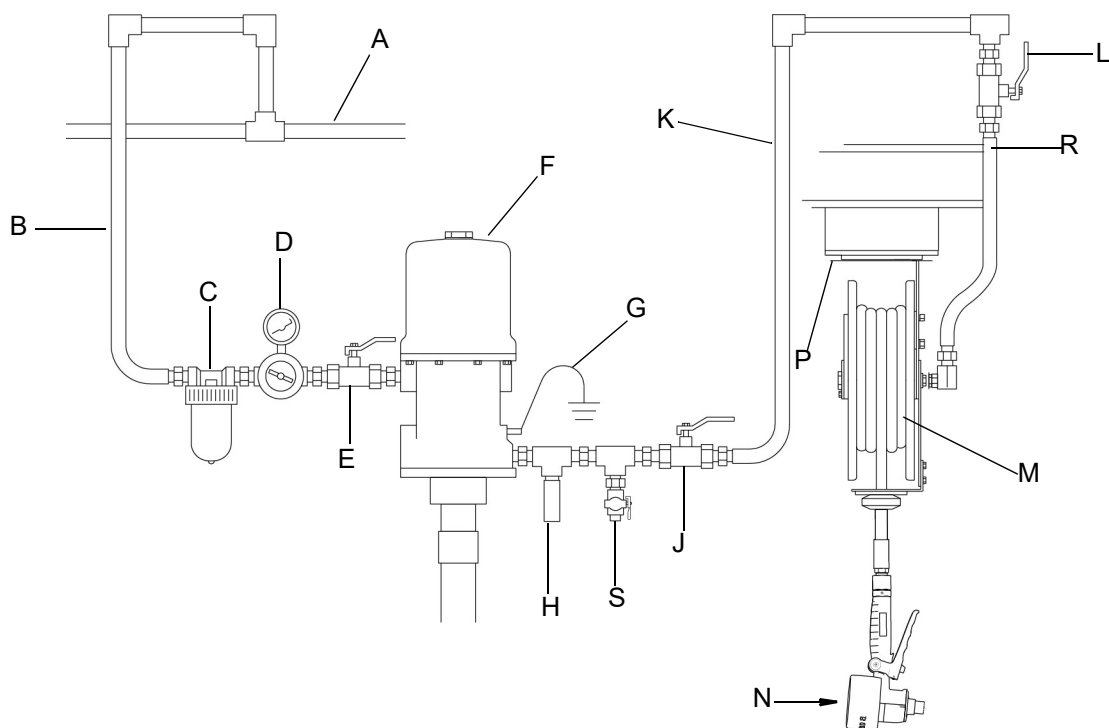

図 1
記号: 図 1
1. ポンプへの電源をオフにするか、上流側のマスタートエアバルブ(E)を閉じる(図 1)。
2. システムの全ての液体遮断バルブ(J および L)を開放してください(図 1)。
3. 廃棄物容器の中に向けてメーター(N)の引き金を引き、圧力を開放します(図 1)。
システムの全ての構成部分を接地してください(図 1):